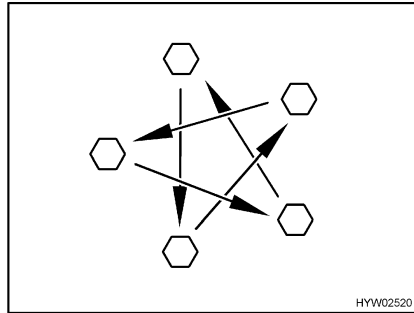

Fig. 171 Serrer en croix les écrous ou les boulons de roue
- Vérifier régulièrement le serrage des écrous ou des boulons de roues. Resserrer tous les écrous ou les boulons de roue 50 km après le changement d'une roue (Fig. 171). Pour les couples de serrage, voir paragraphe 14.5.1.
- Si des jantes neuves ou repeintes sont utilisées, alors resserrer les écrous ou les boulons de roue une fois de plus après env. 1 000 à 5000 km (Fig. 171).